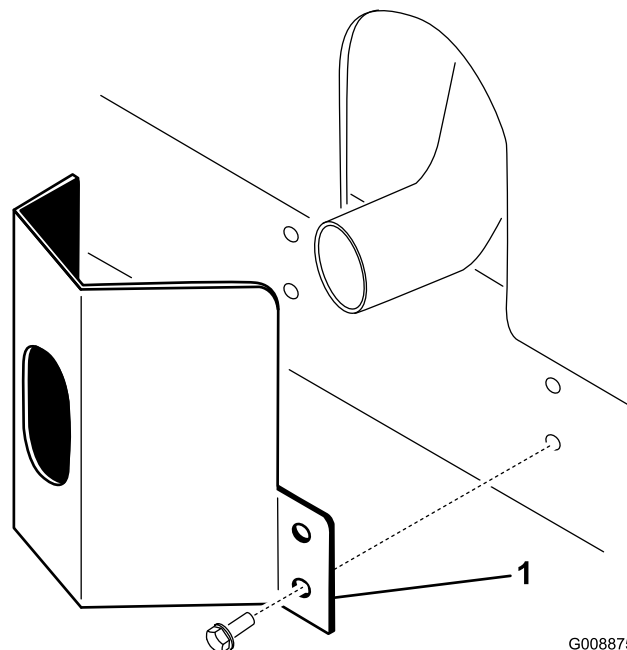

図 10
1. フレームについている取り付け穴に合わせてマフラー部にガードを取り付ける 図 10。
2. タップねじ本で固定する 図 10。